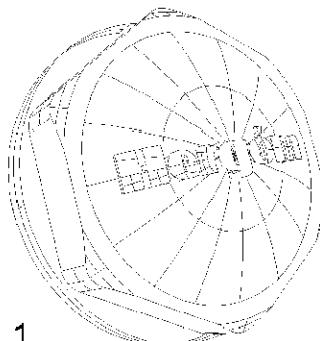

Fig. 1
- Fig1 – Válvula de esvaziamento.